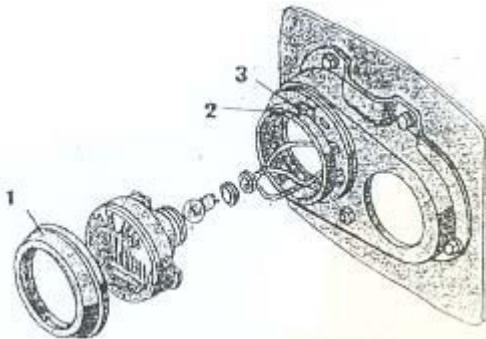
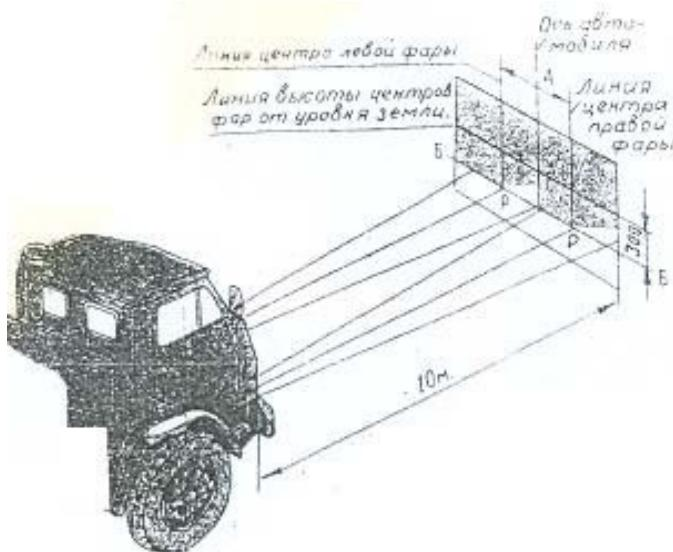

Рисунок 2 – Замена лампы в головной фаре.
Рисунок 5 – Регулировка света головных фар.
I. Головные фары. Снимите декоративный ободок 1 (рис. 2) фары, выверните винты 2 крепления ободка оптического элемента, затем регулировочные 3 и снимите оптический элемент. Снимите патрон, выньте перегоревшую лампу с потемневшей колбой и установите новую, соберите фару.
При нормальном давлении воздуха в шинах установите негруженый автомобиль на ровную горизонтальную площадку под прямым углом к экрану на расстоянии 10 м (рис. 5). Включите ближний свет фар и установите их оптические элементы винтами 3 (рис. 2) вертикального и горизонтального регулирования так, чтобы горизонтальная ограничительная линия освещенного и неосвещенного участком совпадала с линией Б – Б, а наклонные ограничительные линии, направленные вверх под углом 15 %, исходили из точки «Р».